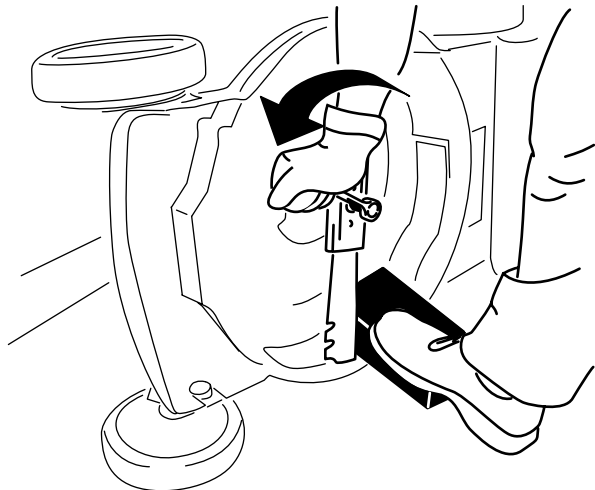

Figure 32
3. Immobilisez la lame avec un morceau de bois (Figure 32).
4. Déposez la lame et conservez les fixations (Figure 32).